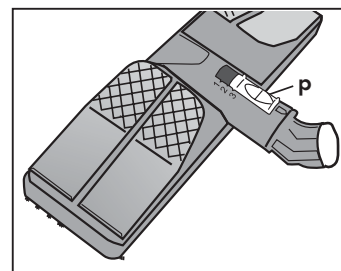

Fig. 13
- Hebel (p) auf die Position 1 ASSEMBLING drehen (**Abb.13**)